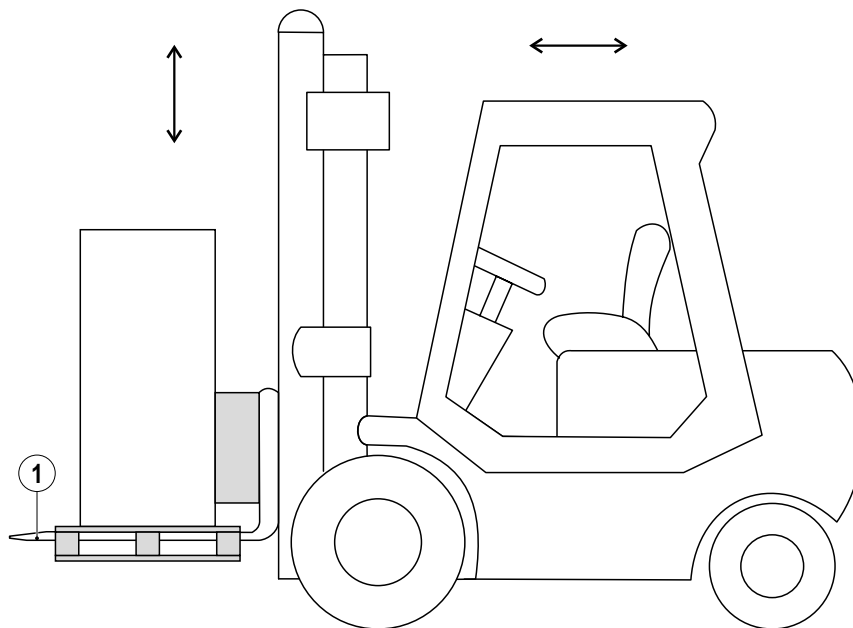

FIG. 33 (Movimentazione con carrello elevatore)
- 2) Inserire le forche del carrello elevatore (v. FIG. 33) sotto al bancale o zoccolo sulla parte posteriore della macchina o dal lato dei raccordi